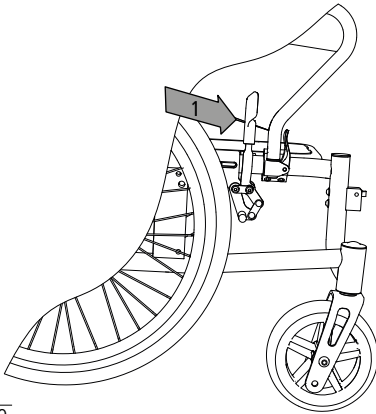

Abb. 19
1. Bromsa rullstolen eller håll den i stillastående. Sätt sedan an (manövrera) båda låsbara bromsar. Dessa låser genom att trycka mot drivhjulets respektive däck. Sätt an och lås bromsen genom att föra spaken framåt (1, bild 19) så att den går i spärr (står kvar i låst läge). Nu är rullstolen bromsad. Du kan på säkert sätt förflytta dig in och ur rullstolen eller bara hålla den stilla på platsen.